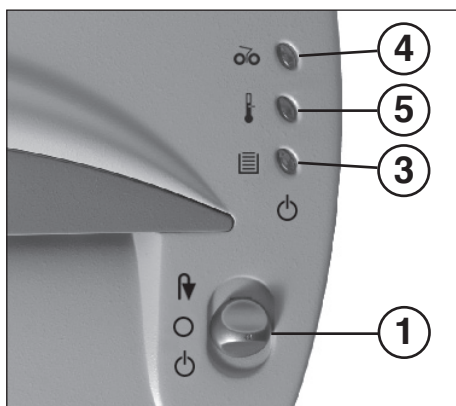

Fig. 1
1 = Interruttore funzione (Fig. 1)
3 = Spia di controllo (Fig. 1)
„inceppamento del materiale“ (Fig. 1)
5 = Spia di controllo (Fig. 1)
- Commutare l'interruttore funzione (1) (Fig. 1) in posizione „“. La spia di controllo (3) (Fig. 1) si accende (verde).
Assicurarsi che durante la notte l'apparecchio sia sempre disinserito (Commutare l'interruttore funzione (1) (fig. 1) in posizione "O").
- La spia di controllo (4) (Fig. 1) si accende.
- Commutare **brevemente** l'interruttore funzione (1) (fig. 1) in posizione "IV" (il materiale viene sbloccato), commutarlo in posizione "O".
- La spia di controllo (4) (Fig. 1) si spegne.
- Strappare la carta sbloccata subito oltre la fessura di alimentazione, quindi commutare l'interruttore funzione (1) (Fig. 1) in posizione "O".
- Commutare l'interruttore funzione (1) (Fig. 1) in posizione "O".
Sollecitando il motore oltre i limiti avviene il blocco. La spia di controllo (5) (Fig. 1) si accende. Commutare l'interruttore (1) (fig. 1) funzione in posizione "O". Dopo un periodo di raffreddamento di circa 25-30 minuti, (dipendente dalla temperatura ambiente) sarà possibile innestare nuovamente la macchina.